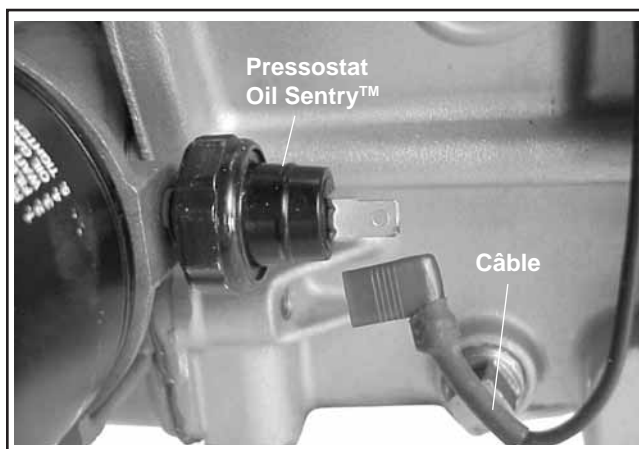

Figure 9-21. Dépose du pressostat Oil Sentry™.
2. Retirer le pressostat Oil Sentry™ de l'adaptateur du filtre à huile ou la section de l'adaptateur de la plaque de fermeture. Voir la figure 9-21.